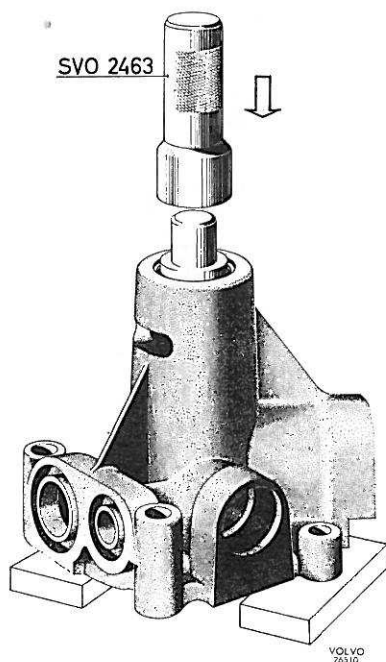

Figure 113. Dépose de l'arbre et de la turbine de la pompe
3. Fixer la pompe dans une presse. Adapter la chasse SVO 2463 sur la bague extérieure du roulement et extraire l'arbre, le roulement et la turbine, figure 113.
en procédant de la même manière que celle montrée sur la figure 113, et cela, jusqu'à ce qu'il soit possible de poser le fil d'arrêt dans la rainure. Remettre le fil d'arrêt en place.